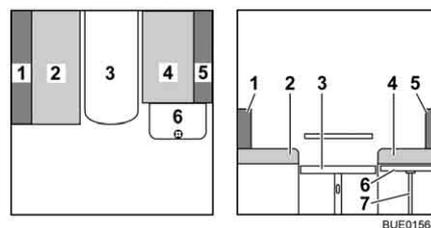
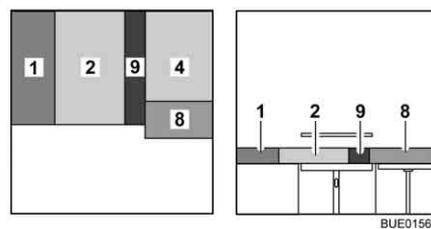

Bild 96 Während des Umbaus
Bild 97 Nach dem Umbau
- Stütze (Bild 96,7) in die Aufnahme an der Bettkasten-Verlängerung einsetzen.
- Das Rückenpolster (Bild 96,5) abnehmen und beiseite legen.
- Das Rückenpolster (Bild 97,1) zwischen das Sitzpolster (Bild 97,2) und die Seitenwand legen. Das Sitzpolster dazu ein Stück in Richtung Tisch schieben.
- Das Zusatzpolster (Bild 97,9) zwischen die Sitzpolster (Bild 97,2 und 4) legen.
- Das Zusatzpolster (Bild 97,8) auf die Bettkasten-Verlängerung (Bild 96,6) legen.